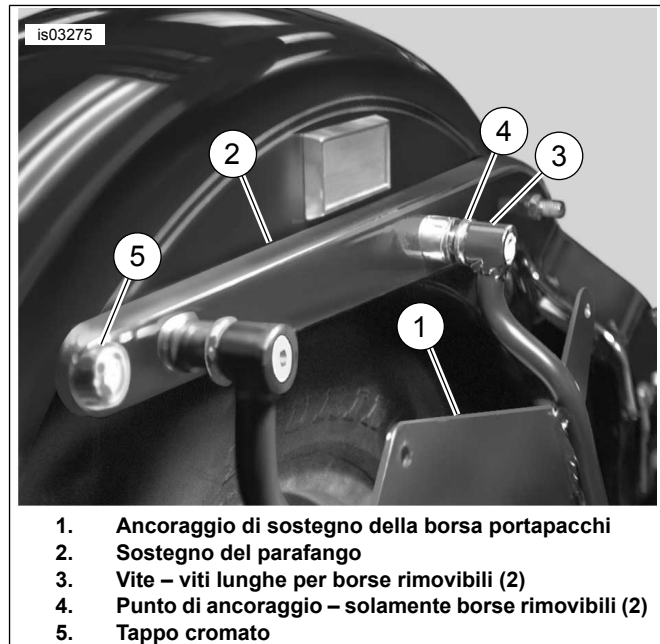

Figura 9. Installazione dell'ancoraggio di sostegno della borsa portapacchi
1. Vedere Figura 9. Installare l'ancoraggio di sostegno della borsa portapacchi (1) sul sostegno del parafango (2) e il parafango usando sue viti (3) e la piastra con i prigionieri originale.
3. Se si usa la bulloneria di ancoraggio, installare i punti di ancoraggio (4) tra il sostegno del parafango e l'ancoraggio di sostegno della borsa portapacchi.
4. Premere il tappo cromato (5) del kit del cablaggio nel foro per coprire il punto di montaggio originale degli indicatori di direzione.